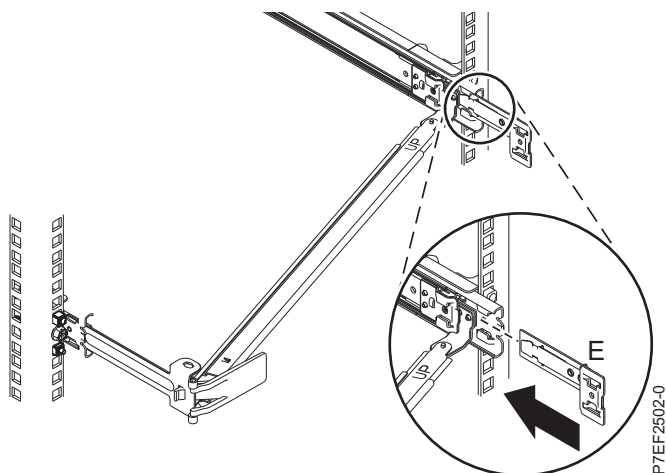

Figura 13. Instalando o Suporte de Extensão no Trilho Deslizante
5. Deslize o suporte de extensão (**E**) para o trilho deslizante da direita até que o pino com molas se encaixe no lugar. Para obter detalhes, consulte Figura 13 na página 10.